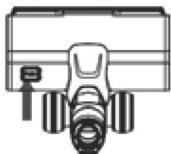

Abbildung 20
2. Klappen Sie die Bürste um und drehen Sie den Verriegelungsknopf an der festen Abdeckung mit einer Münze, um die Sperre zu öffnen. (Abbildung 20)